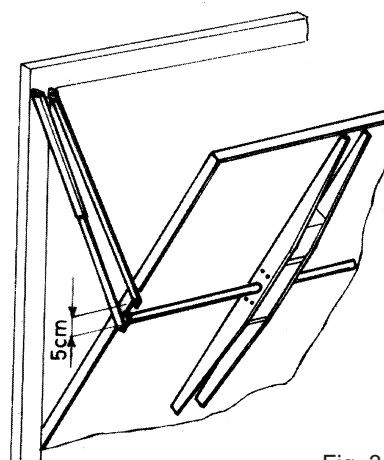

Fig. 3
B) SINGLE PIECE COUNTER BALANCED DOOR (Fig. 3)